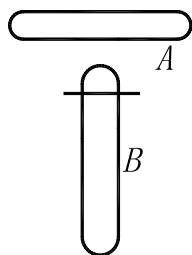

图 7-21 绘制矩形和直线
(3) 在矩形 B 上部绘制一条水平直线, 如图 7-21 所示。